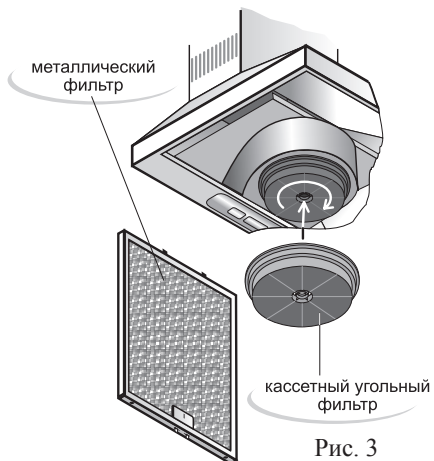

Рис. 3
- 5.3 С помощью кассетного угольного фильтра всасываемый воздух дополнительно очищается гранулами активированного угля и уменьшаются запахи от приготовления пищи (рекомендуется устанавливать на воздухоочистители, работающие в циркуляционном режиме). Угольный фильтр не подлежит регенерации и должен заменяться примерно каждые шесть месяцев (в зависимости от интенсивности эксплуатации). Для установки кассетного угольного фильтра, оденьте его на фиксирующие элементы в центре вентилятора и поверните по часовой стрелке до упора (рис. 3). Демонтаж фильтра производится в обратном порядке.